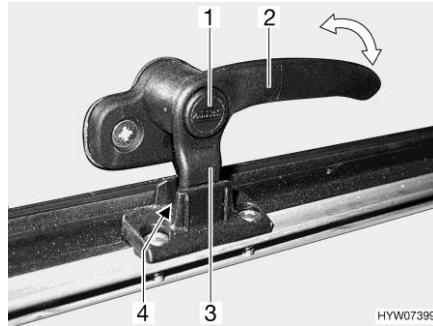
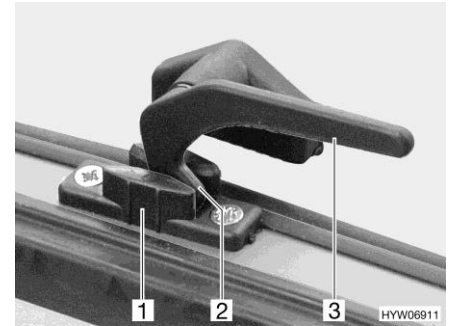

Bild 120 Låsarm med låsknapp i läget "kontinuerlig vädring"
Bild 121 Låsarm i läget "kontinuerlig vädring"
- I läget "kontinuerlig vädring" (Bild 120 och Bild 121)
- Tryck på låsknappen (Bild 120,1) om sådan finns och håll den nedtryckt.
- Vrid alla låsarmar (Bild 120,2 eller Bild 121,3) ett kvarts varv mot luckans mitt.
- Vrid tillbaka alla låsarmar. Därvid måste låsspaken (Bild 120,3 eller Bild 121,2) föras in i spåret på lucklåset (Bild 120,4 eller Bild 121,1).